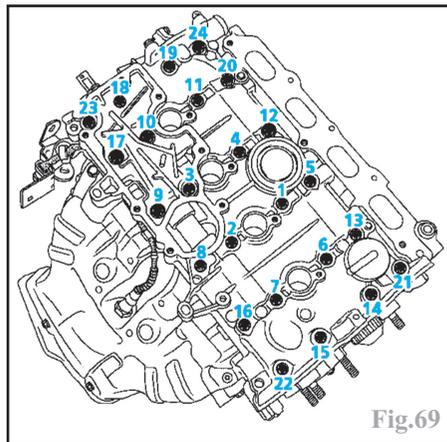

Fig.69
- les vis du couvre-culasse, dans l'ordre inverse du serrage prescrit (Fig.69).
Reposer le couvre-culasse et le serrer progressivement jusqu'au couple prescrit, tout en respectant son ordre de serrage et la méthode suivante (Fig.69) :